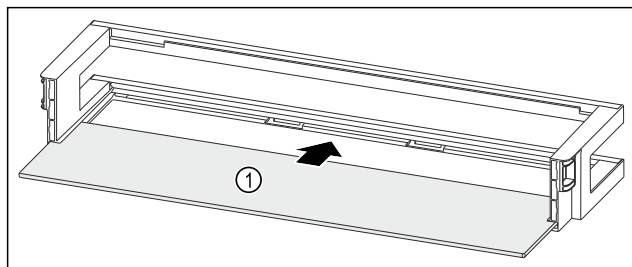

Fig. 129 Рафт на врата с рафт
► Вкарайте рафта Fig. 129 (1) в страничните прорези.